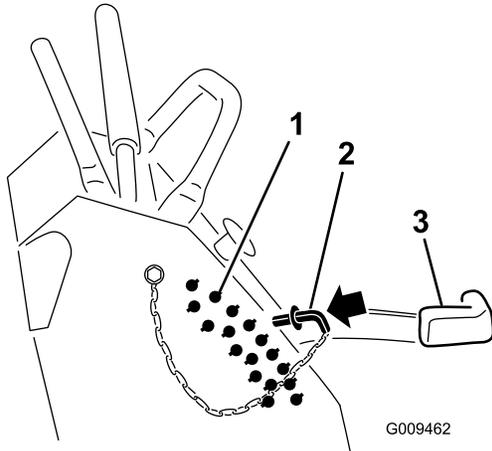

Figura 28
2. Nella staffa dell'altezza di taglio scegliete un foro corrispondente all'altezza richiesta, ed inserite il perno (Figura 28).
3. Abbassate la leva dell'altezza di taglio sul perno (Figura 28).